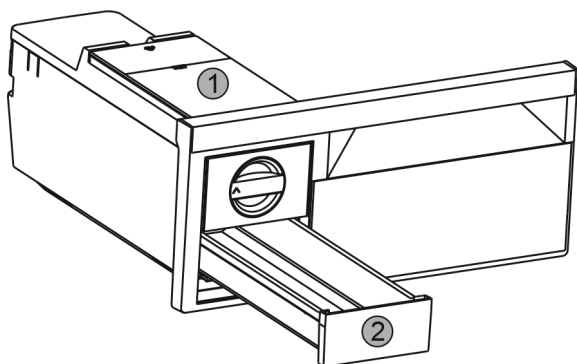

Fig. 36
- ▶ Wyjąć zbiornik wody Fig. 36 (1) i szufladę na kostki lodu Fig. 36 (2).